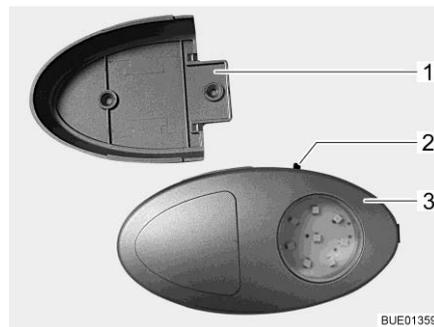

Fig. 102 Lámpara del armario ropero / linterna
- ▷ La lámpara del armario ropero puede ser extraída del soporte atornillado (Fig. 102,1) y ser usada como linterna.
El interruptor (Fig. 102,2) está instalado directamente en la lámpara del armario ropero (Fig. 102,3).